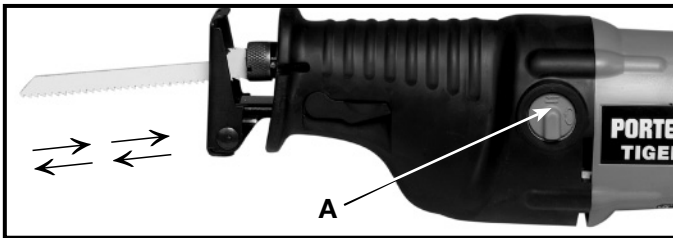
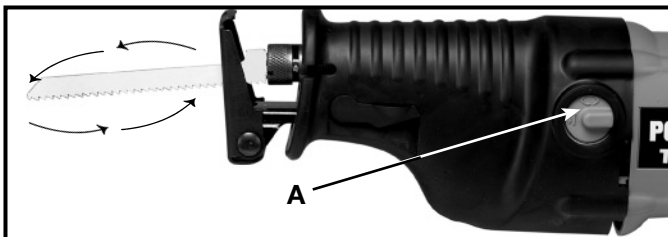

Fig. 10
Fig. 11
La segueta del **Modelo 748** tiene un movimiento dual. Usted puede escoger una carrera de vaivén en línea recta, como está ilustrado en la Fig. 10, o una de movimiento orbital, como está ilustrado en la Fig. 11. Debe usar la carrera de vaivén para cortar toda clase de metal, y también, para cortar madera si el acabado es más importante que el tiempo. Use el movimiento orbital para cortar madera con rapidez.
Para escoger la carrera de vaivén en línea recta: gire el mando (A) Fig. 10, en el sentido de las manecillas del reloj hasta que la barra esté vertical (el símbolo opuesto de la flecha arriba), como está ilustrado en la Fig. 10.
Para escoger el movimiento orbital: gire el mando (A) Fig. 11, en el sentido contrario a las manecillas del reloj hasta que la barra esté horizontal (el símbolo oval de la flecha arriba), como está ilustrado en la Fig. 11.
⚠ ADVERTENCIA No use la herramienta si de perilla (A) Fig. 10 & 11 son rotos las partes como expuestas de metal se pueden hacer vivo si la hoja corta en alambraz vivo dentro de una pared.